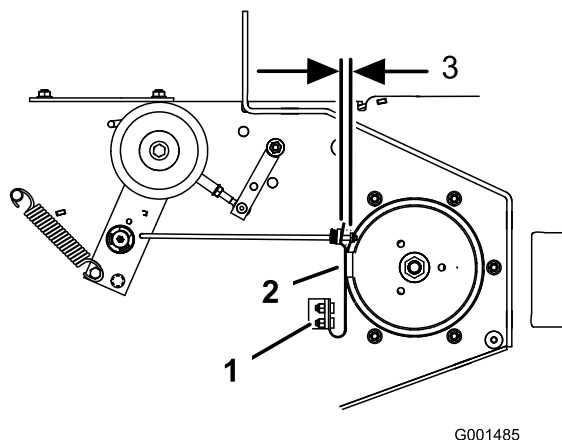

Figure 54
3. Le cas échéant, ajustez les boulons de fixation de ressort de sorte que la plaquette de frein de lame frotte contre les deux côtés de la gorge de la poulie (Figure 54).
4. Ajustez l'écrou à l'extrémité de la tige de frein jusqu'à ce que l'écrou et l'entretoise soient espacés de 3 à 5 mm ( $\frac{1}{8}$  à  $\frac{3}{16}$  po) (Figure 54).